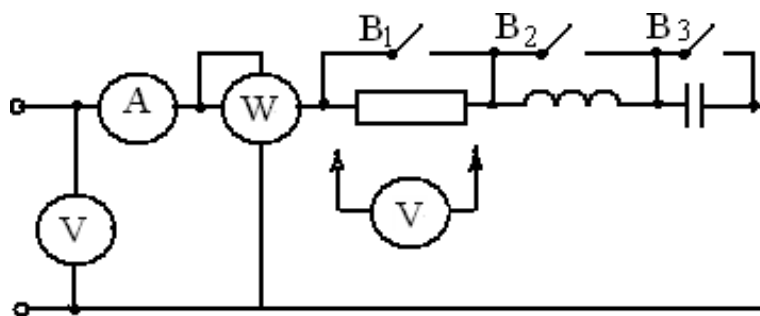

Рис. 2. Схема послідовного ввімкнення
1. Скласти електричне коло за схемою, зображеною на рис. 2.